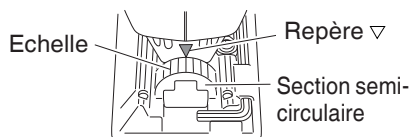

Fig. 17
(2) Aligner l'échelle (de 0 degré à 45 degrés par incréments de 15 degrés) de la section semi-circulaire de la base sur le repère [▽] du couvercle du réducteur. (Fig. 17)